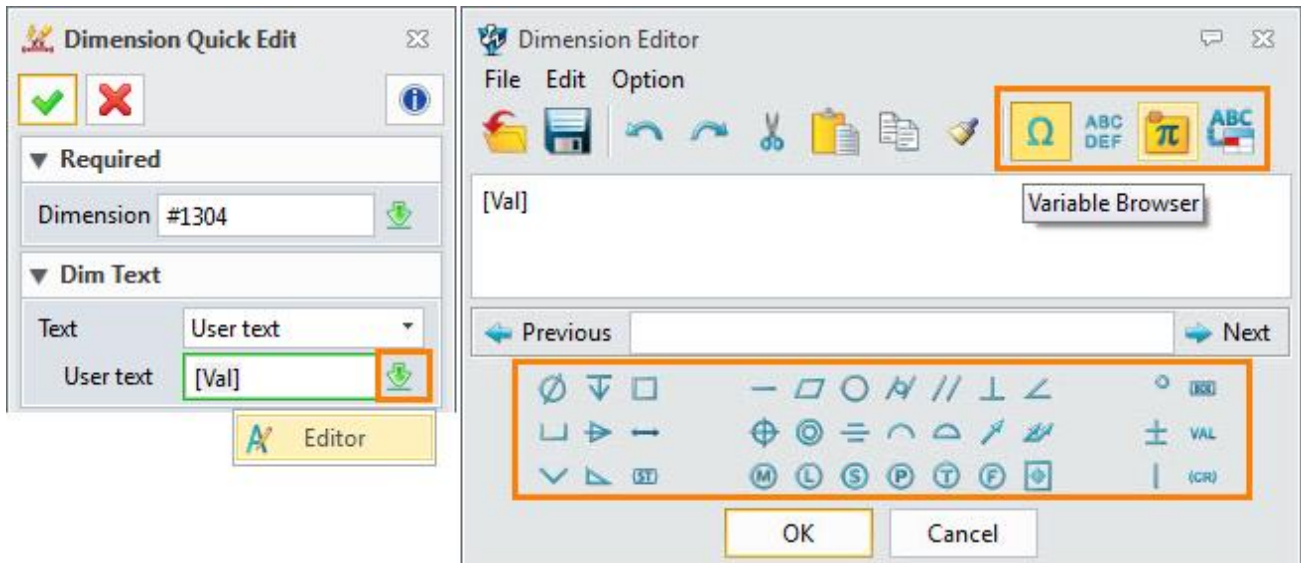

Figura 69 Editor de dimensiones
**Método 2:** Haga clic con el botón derecho en la cota y a continuación, seleccione el comando “Modificar texto”. Al mismo tiempo, el formulario del editor dimensión se abrirá automáticamente, como se muestra en la Figura 69.